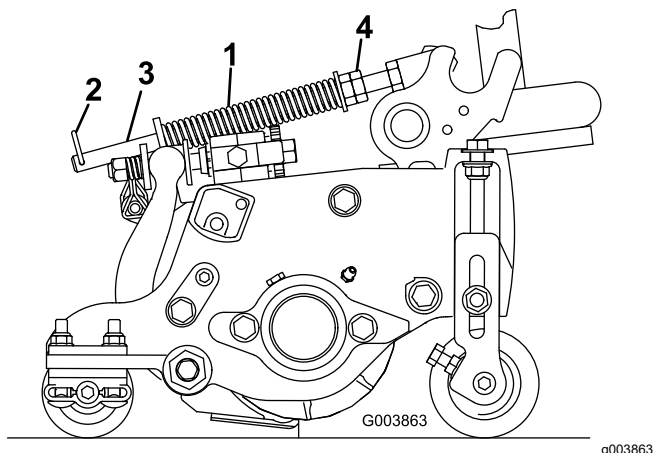

図 51
ターフ補正スプリング 図 51 は、カッティングユニットの前ローラから後ローラへの「体重移動」を行う働きがあります。これにより、マーセリングやボビングと呼ばれる「波打ったような」仕上がりを防いでいます。
1. スプリングロッドの後の穴にヘアピンが差し込まれていることを確認してください 図 51。
2. スプリングロッド前部の六角ナットを締めて、スプリング圧縮状態の長さが159 mm になるようにする 図 51を参照。